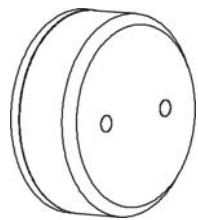

РИС. 1
5.1. Электронная мишень ЭМ 4 (Рис.1) состоит из корпуса, крышки, фотоприемника, светового индикатора, электронной платы, батареи 3В. На крышке мишени расположены светочувствительный элемент фотоприемника и световой индикатор.